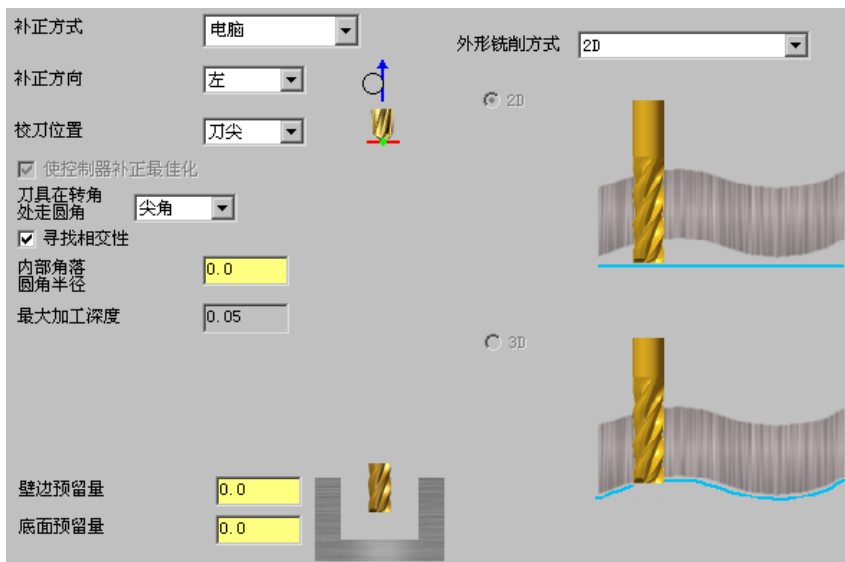

图 7.19 “切削参数”设置界面
(4) 设置冷却方式。在 **参数** 选项卡中单击 **Coolant...** 按钮，系统弹出“Coolant...”对话框，在 **Flood** (切削液) 下拉列表中选择 **On** 选项。单击该对话框中的 **✓** 按钮，系统返回至“定义刀具-机床群组-1”对话框。
Step9. 设置切削参数。在“2D 刀具路径-外形铣削”对话框的左侧节点列表中单击 **切削参数** 节点，设置图 7.19 所示的参数。